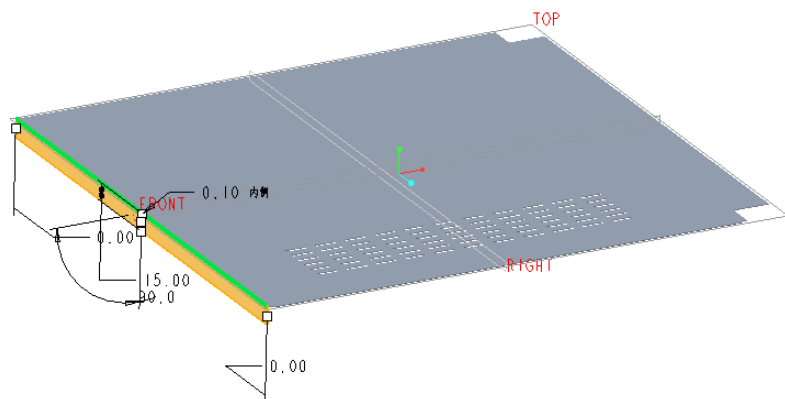

图 6-13 预览的平整壁
- (4) 在  旁的“折弯半径”值框中输入折弯的半径值为“0.1”，并从一个下拉列表框中选择  (标注折弯的内侧曲面) 图标选项。
(5) 此时, 预览的平整壁如图 6-13 所示。在“平整”选项卡中单击  (完成) 按钮。